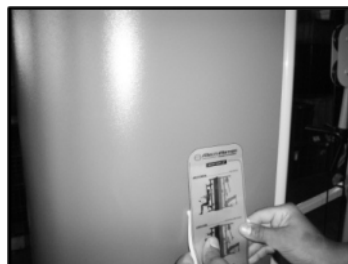

fig. 10
- Descole a ponta da película plástica adesiva (adesivo) de seu papel protetor; (fig 10)